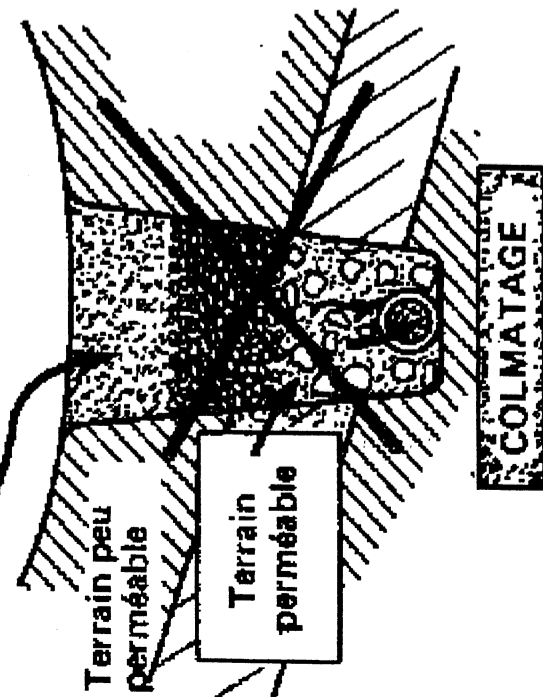

figure 65
- le terrain dans lequel est creusée la tranchée drainante comporte une couche perméable dans laquelle circulent des eaux. Si cette couche perméable se situe au niveau de la partie basse de la tranchée, le risque d'entraînement, dans le drain, des éléments fins de cette couche perméable est grand (fig. 65). Cet entraînement ne pourrait être évité que si les granulométries de la couche perméable et celle de la couche filtrante du drain située au même niveau satisfaisaient également à la loi des filtres. Cette condition étant difficile à réaliser, il est préférable de s'orienter vers la solution décrite à l'article 3.3.2.2 (fig. 68) ;